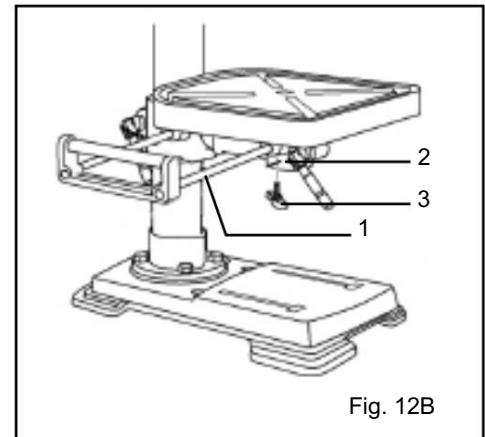

Fig. 12B
INSTALLER LA RALLONGE DE TABLE (FIG. 12B)
1. Insérez les deux tiges (Fig. 12B - 1) de la rallonge de table dans les deux canaux (Fig. 12B - 2) situés sur le côté de la table.
2. Placez un bouton à oreilles (Fig. 12B - 3) dans l'ouverture située au bas de chaque canal et serrez pour fixer l'extension à la table.